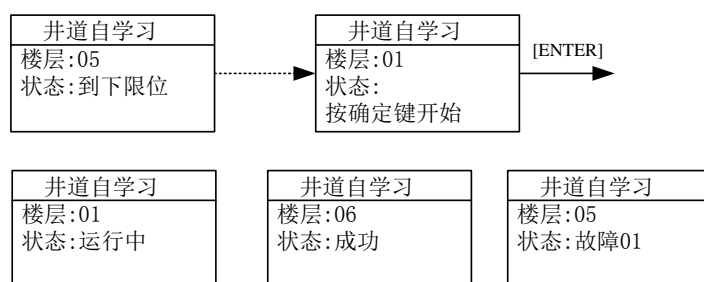

图 7.3 井道自学习操作示意图
4. 通过液晶显示屏进入自学习菜单，按菜单提示操作，如图 7.3 所示；